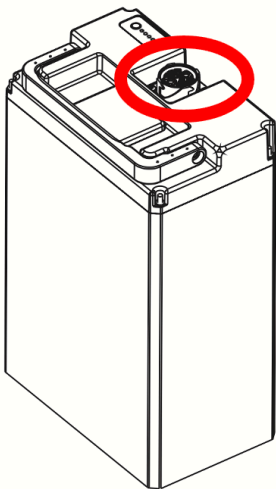

Figura 12. Ubicació del connector de càrrega a la bateria
3. Extraieu la bateria de forma vertical i desconnecteu-la de la part inferior. A la figura 12 pot observar-se la connexió inferior de la bateria.
A la figura 12, podeu observar la ubicació del connector de càrrega a la bateria